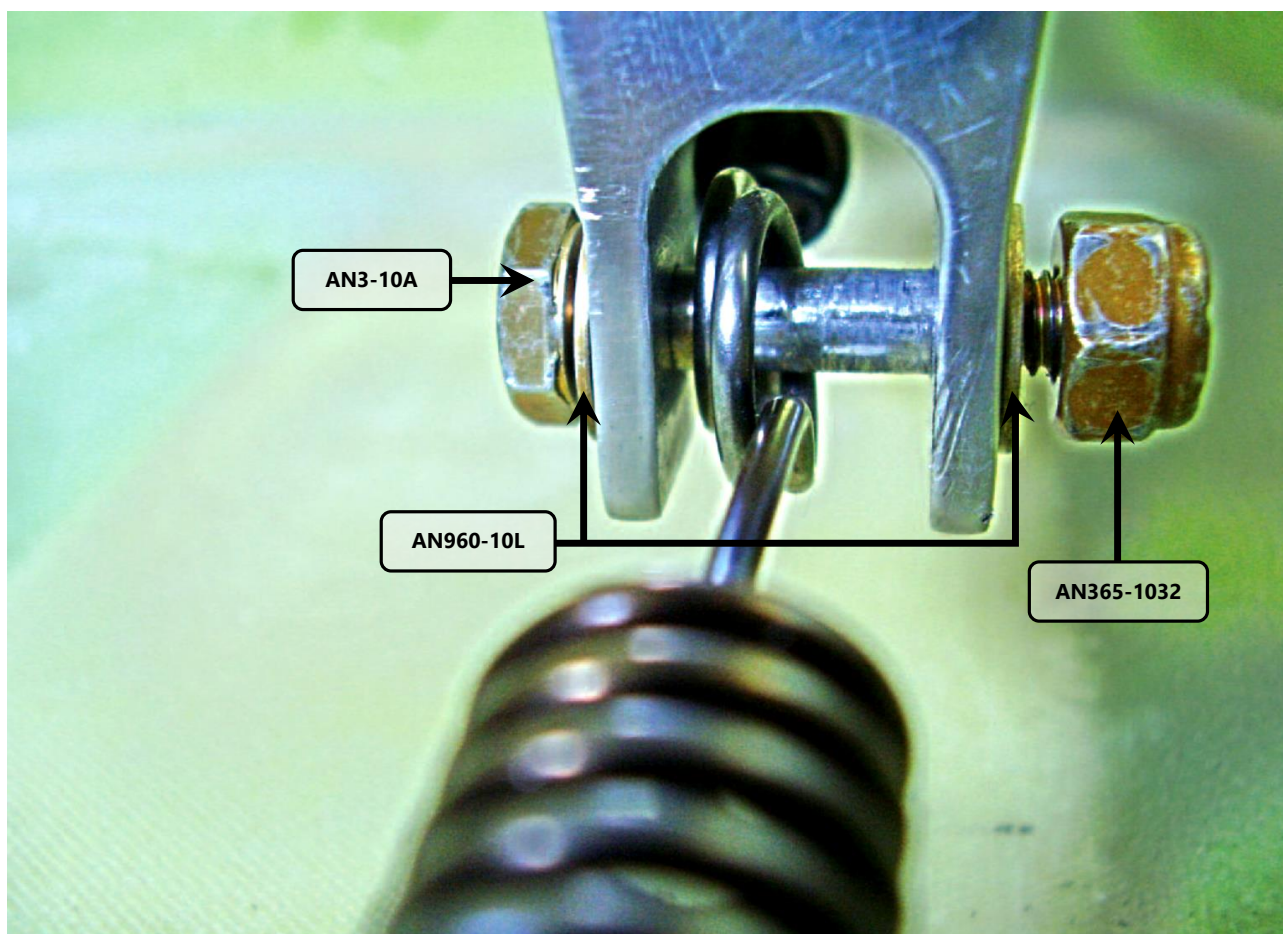

Figura 27.30.11 – Instalação do parafuso no suporte
- 9- Instalar os demais hardwares mostrados na figura 27.30.11, junto ao parafuso AN3-10A.